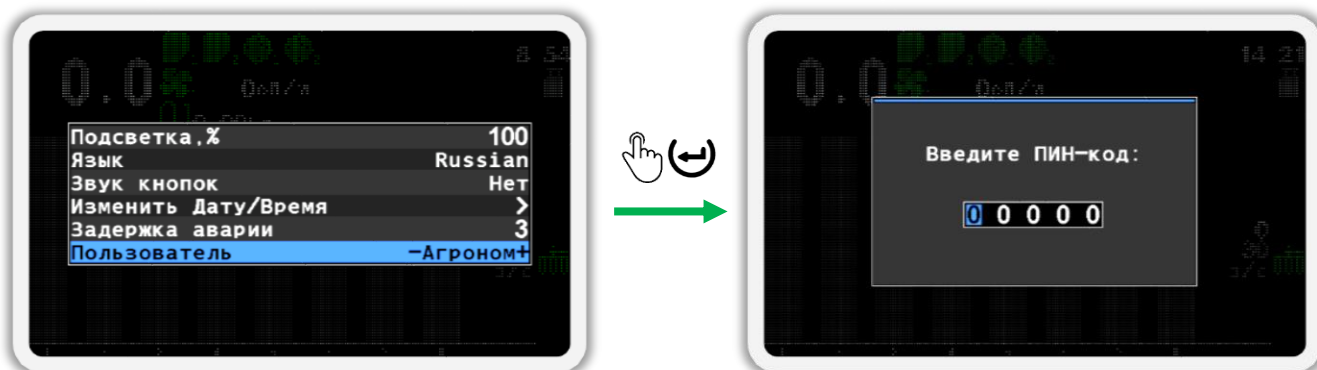

Рисунок 52
- в) Выберите пользователя «Агроном» (см. Рисунок 52 слева). Для этого используйте кнопки  «Плюс» и  «Минус».
- д) В появившемся окне (см. Рисунок 52 справа) введите ПИН-код «88888». Цифра, значение которой можно изменять, отображается черным цветом на синем фоне. Для изменения её значения